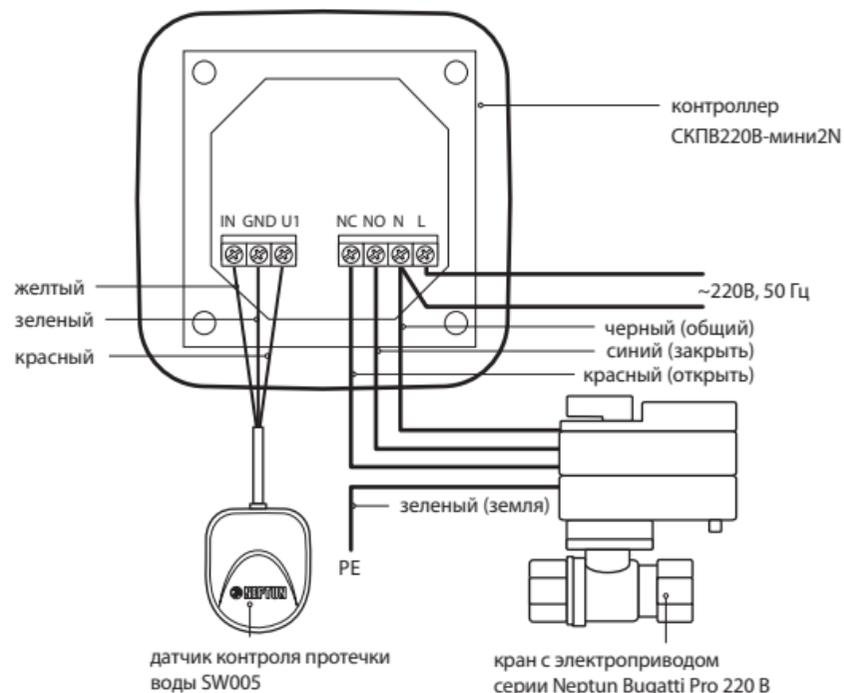

Рис. 2 Схема подключения к контроллеру СКПВ220В-мини2N датчика контроля протечки воды SW005 и шаровых кранов с электроприводом серии Neptune Bugatti Pro 220 В
Контроллер СКПВ220В-мини2N имеет (см. рис. 2):
- Напряжение питания на контроллер должно быть подано из силового шкафа и обязательно через УЗО (30 мА). К контроллеру СКПВ220В-мини2N подвести фазу и ноль согласно схеме подключения (рис. 2).
- выполните соединение проводов в соответствии со схемой на рис. 2;